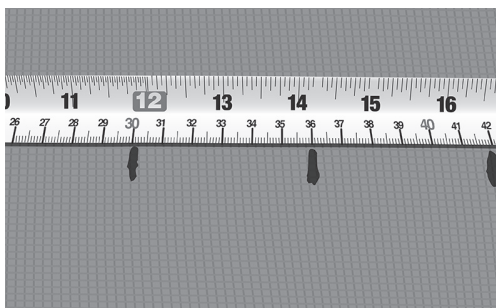

Fig. 5. Marker senteravstanden (c-c) på gulvet
8. Marker den beregnede senteravstanden (c-c) på gulvoverflaten (Fig. 5).